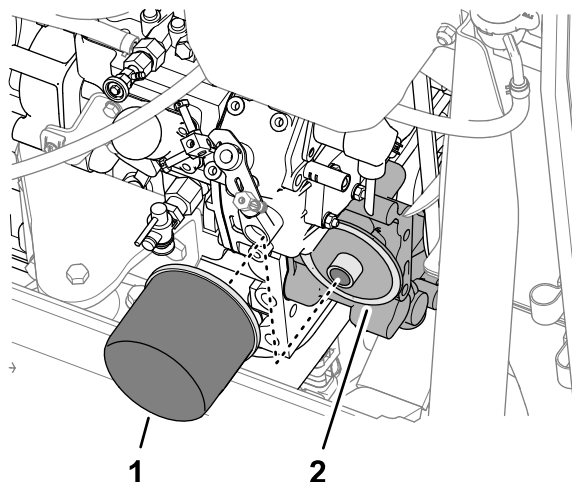

Figura 81
1. En el lado izquierdo del motor, gire el filtro de aceite en sentido antihorario para retirarlo (Figura 81).